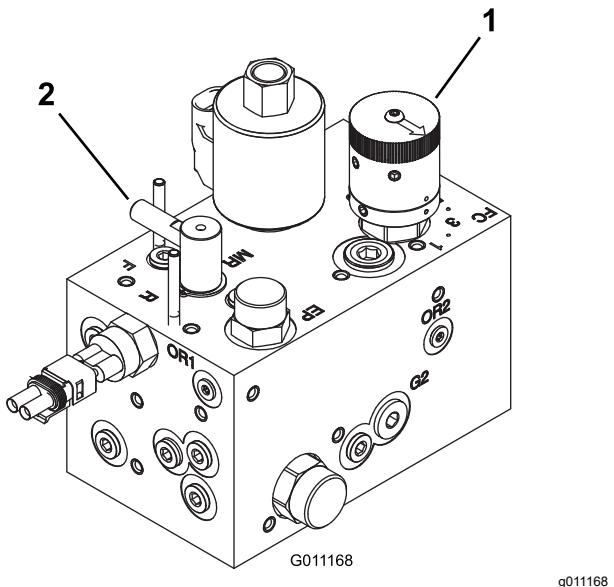

Figure 78
3. Tournez le levier de rodage à la position de rodage (R). Tournez la commande de vitesse des cylindres à la position 1 (Figure 78).